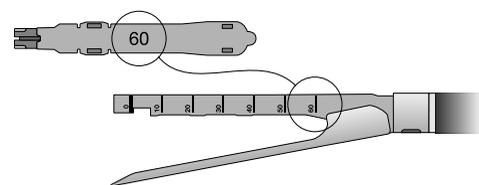

Рис. 1.1.
1. Выберите необходимый тип кассеты в зависимости от толщины ткани и запланированных манипуляций (Рис. 1.1).